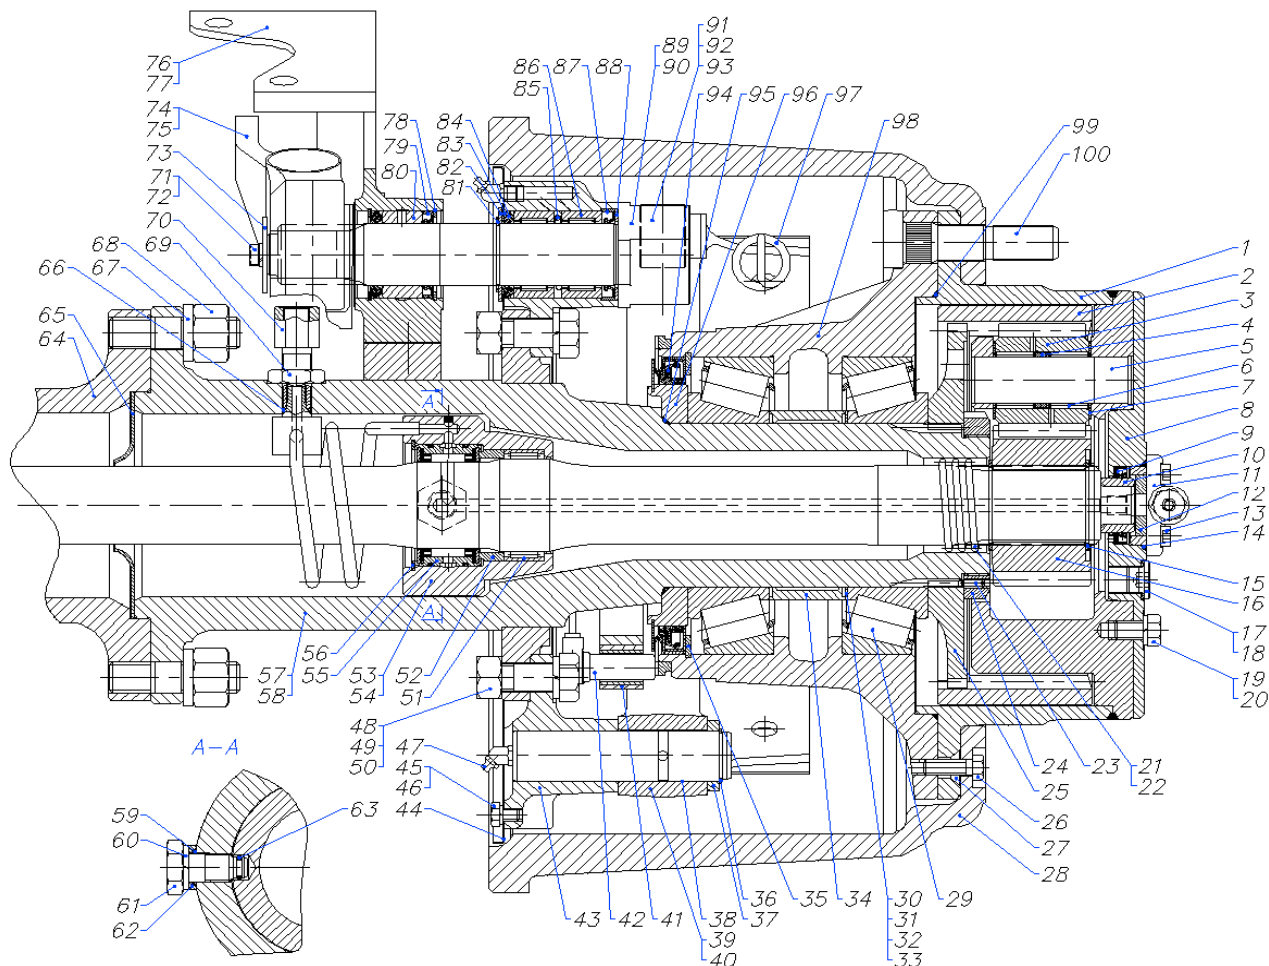
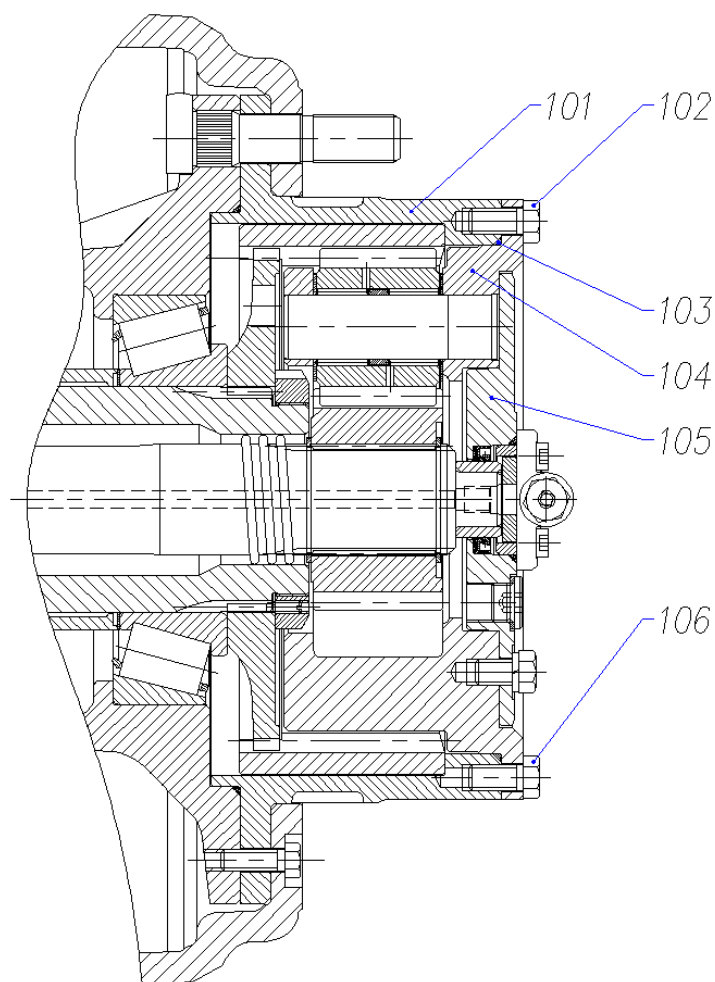

Рис. 1. Тормозной механизм и колесный редуктор – вариант со сваренным корпусом колесного редуктора
Рис. 2. Вариант со складным корпусом колесного редуктора
Колесный редуктор (рис. 1) заднего моста планетарного типа и устанавливается в картер колесного редуктора. Ступица колеса (98) – отливка из высокопрочного чугуна, к которой с помощью винта М12×25 (27) закреплен картер колесного редуктора с держателем сателлитных колес (1).
До июня 2008 года картер колесного редуктора производился из двух частей (рис. 2) – корпус (101) и держатель сателлитных колес (104), монтируемые друг к другу с помощью болтов М12×1,5×25. Обеспечение герметичности редуктора осуществляется посредством «О»-кольца 220×3 (103), поставляемое между двумя деталями. В этом случае колпачок держателя сателлитных колес (105) меньше, чем колпачок, применяемый на конструкции с рис. 1.
Прежде, чем приступить к разборке колесно-ступи́чной группы, вылейте масло из нее. Для этого поверните барабан (28) так, что пробка слива масла установилась в самом нижнем положении, удалите резиновую заглушку и отвинтите пробку (17). Подвергните под отверстие суд, чтобы собрать масло. После вытекки масла, приступите к разборке колесно-ступи́чной группы. В ней есть 2 литра масла. У колесно-ступи́чной группы со складным корпусом (рис. 2) роль сливной пробки играет отмеченный болт.
Вариант со складным корпусом колесного редуктора (рис. 2)
Вариант со сваренным корпусом колесного редуктора (рис. 1)